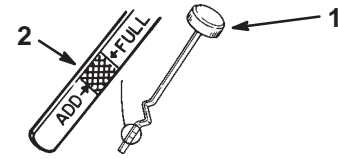

Figure 20
3. Dévissez la jauge d'huile et essuyez soigneusement l'extrémité métallique (Fig. 20).